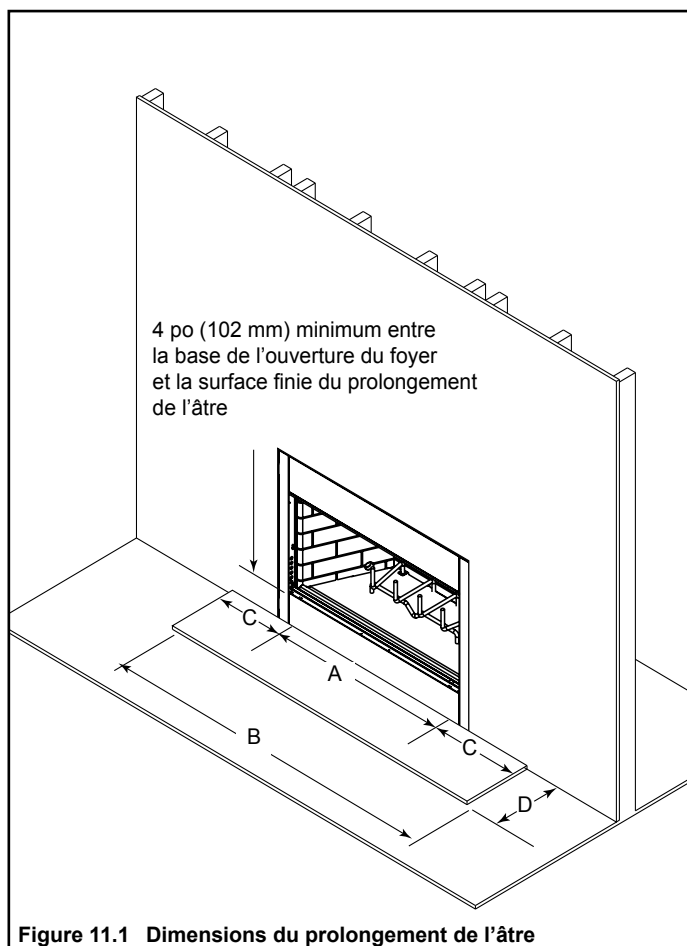

Figure 11.1 Dimensions du prolongement de l'âtre
- Reportez-vous à la figure 11.1 pour les dimensions minimales.